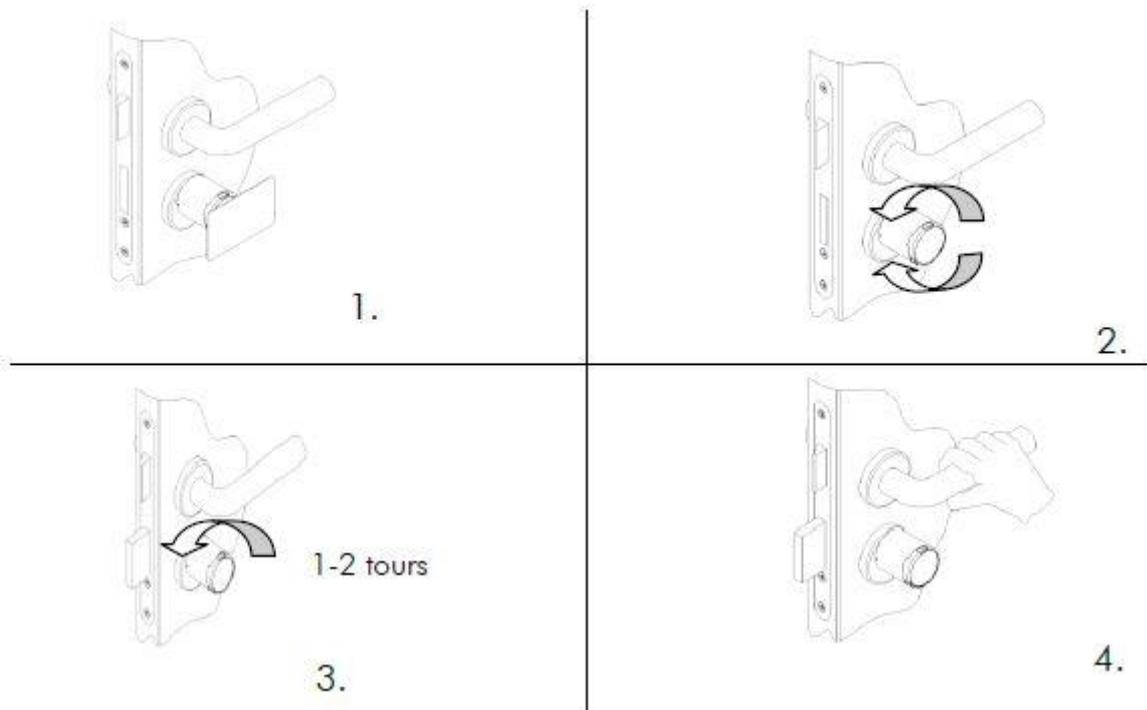

Figure 4. Verrouillage de la porte
6. La porte est verrouillée et ne peut plus être ouverte en appuyant simplement sur la poignée de la porte (fig. 4).
4. La porte peut être maintenant ouverte avec la poignée de la porte (fig. 4).